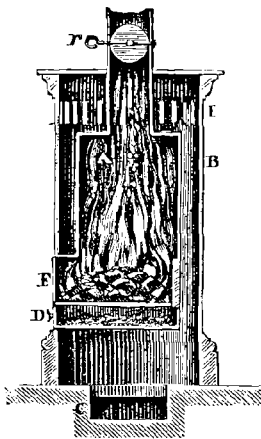

Fig. 73.
3. La figure 73 représente un poêle en fonte perfectionné. Le